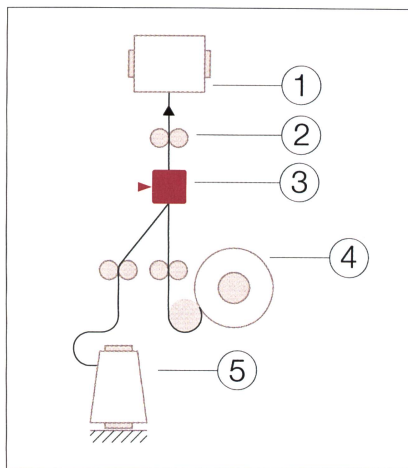

Abb. 7: Air-Covering mit SpunJet™
Dieses Verfahren wurde von Heberlein Fasertechnologie gemeinsam mit SSM entwickelt. Der SpunJet™ wird eingesetzt, wenn Stapelfasergarne ohne Filamentgarn verarbeitet werden müssen. Abb. 7 zeigt das Air-Covering-Ver-
fahren mit SpunJet™. Verarbeitbar sind grundsätzlich alle Stapelfasergarne. Auch bei diesem Verfahren verbessert ein separates Lieferwerk für das Elastan die Prozessbeherrschung. In Abb. 7 bedeuten (1) Aufwicklung, (2) Abzug, (3) SpunJet™, (4) Elastan-Lieferwerk und (5) feststehende Stapelfaser-Garnspule.